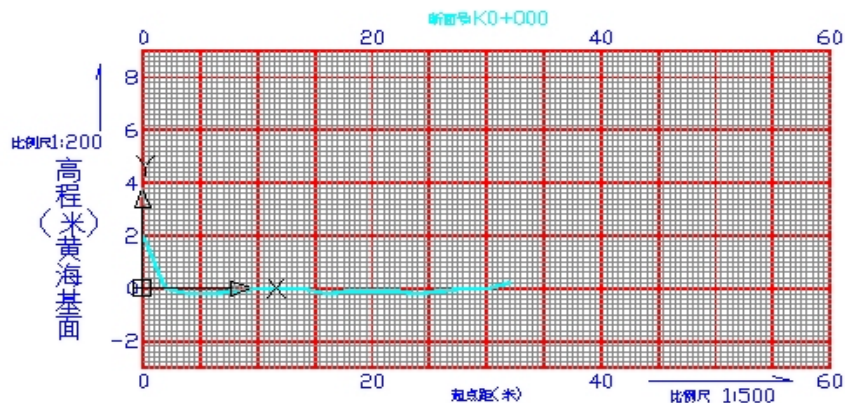

图 4-6
- 2、 选择定制网格相关属性，见图 4-5，点击“绘制”，选择安装目录下的“\例子\断面数据\SJCG\0+000.TXT”文件，生成如下图 4-6 所示的断面；